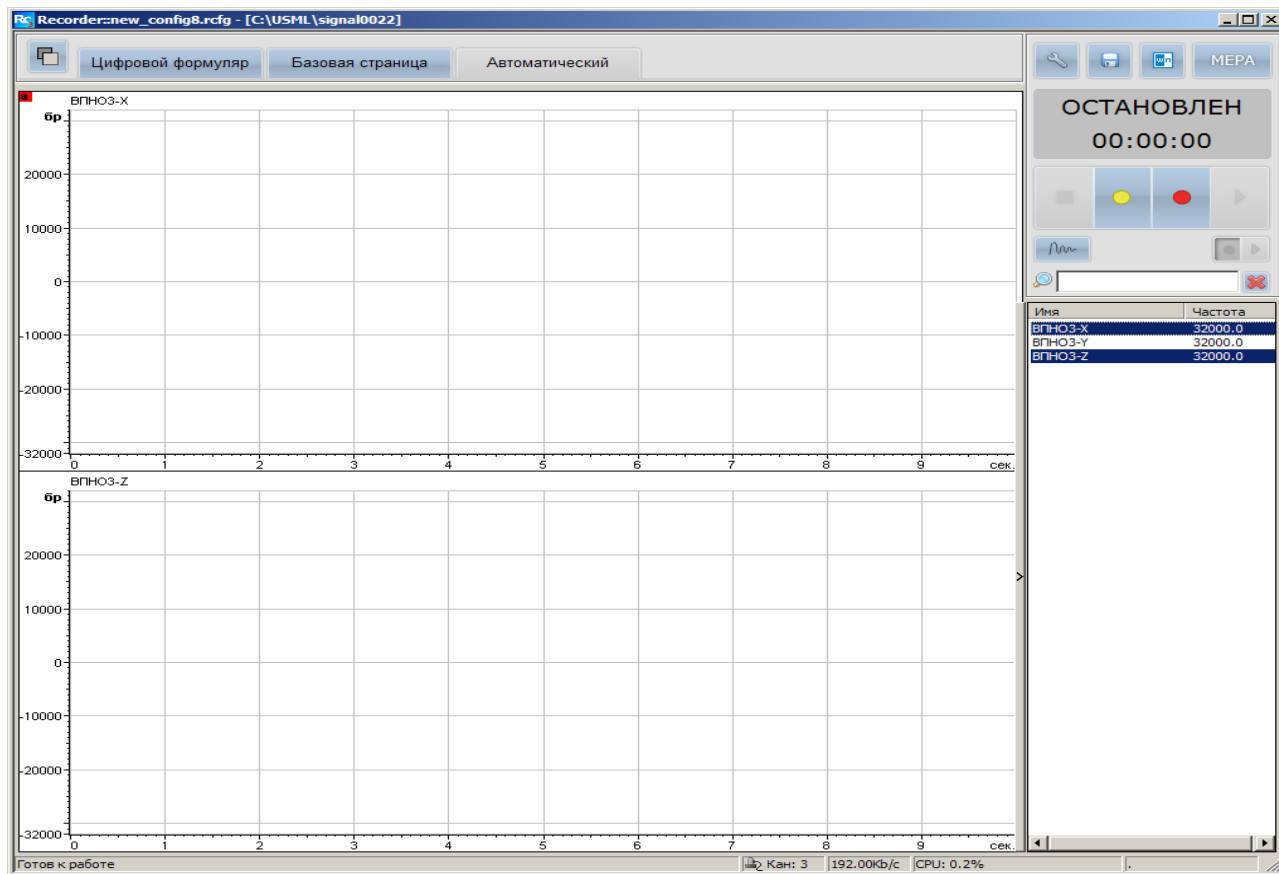

Рис. 6-10 Вид окна Автоматический формуляр
- **Автоматический формуляр** – на этом формуляре отображаются осциллограммы для каналов, выбранных в списке (Рис. 6-10);
- **Цифровой формуляр** – на нем отображается список каналов, текущие оценки и дополнительная информация (Рис. 6-10);